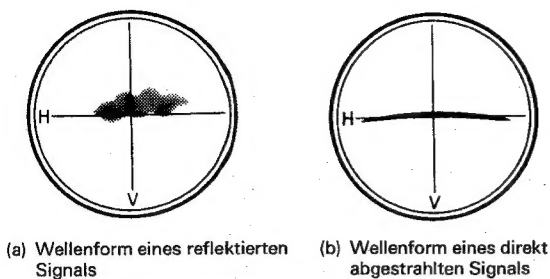

Fig. 11 Mehrweg-Wellenform
3. Befestigungsschellen der Antenne am Mast lockern und die Antenne so drehen, bis die Vertikalablenkung des Oszillogramms auf Minimum zurückgeht, wie Fig. 11 (b) zeigt.